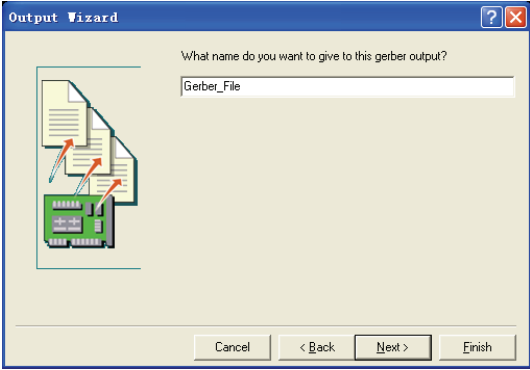

图 6-115 输入 Gerber 文件名
2) 在如图 6-106 所示的选择生成文件类型对话框中，选择“Gerber”选项，以生成 Gerber 文件。然后单击“Next”按钮，系统会弹出如图 6-115 所示的输入 Gerber 文件名对话框，此时输入“Gerber-File”文件名。